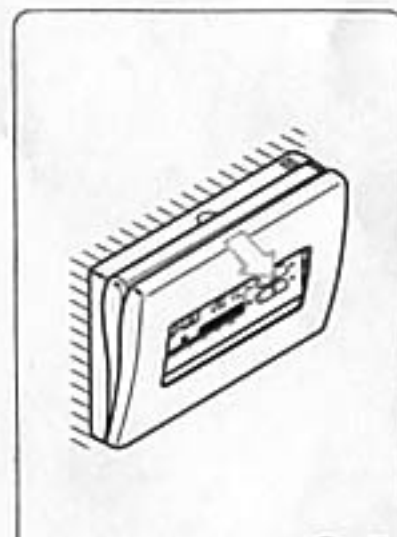

Fig. 79
**16.1** - Aprire lo sportello dell'apparecchio (fig. 79).